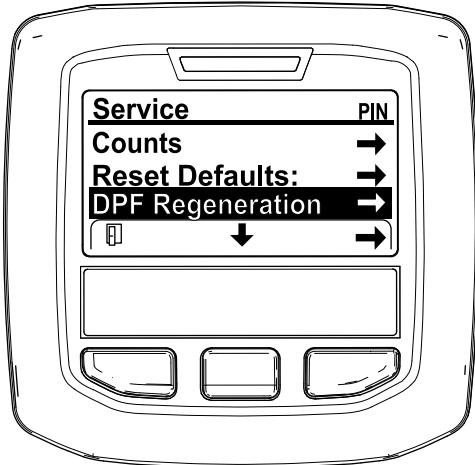

Рисунок 32
3. В SERVICE MENU (МЕНЮ ТЕХОБСЛУЖИВАНИЯ) нажмите и удерживайте в нажатом положении среднюю кнопку, пока не появится опция DPF REGENERATION (РЕГЕНЕРАЦИЯ DPF), затем нажмите правую кнопку, чтобы выбрать опцию DPF REGENERATION (РЕГЕНЕРАЦИЯ DPF) (Рисунок 32).